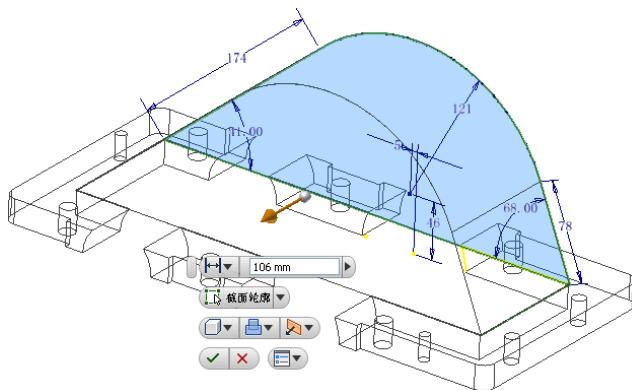

图 9-70 拉伸示意图
②单击【草图】标签上的【完成草图】工具按钮，退出草图环境，进入零件特征环境。单击【三维模型】标签栏【创建】面板上的【拉伸】工具按钮，打开【拉伸】对话框，选择绘制的草图图形作为截面轮廓，终止方式为【距离】并指定拉伸深度为 106mm，如图 9-70 所示。